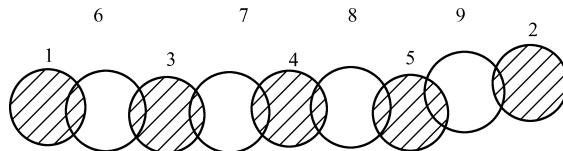
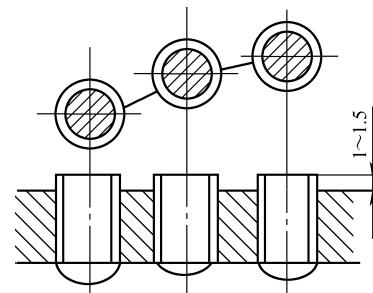

图 2-68 螺钉填补钻孔的顺序
图 2-69 用螺钉填补裂纹
(1) 先在裂纹两端各钻一个限制孔，如图 2-68 中的 1 和 2，以防裂纹继续延伸。
(2) 然后沿裂纹钻 3、4、5 孔。孔的直径视螺纹直径而定，如螺纹直径是 4、5、6 mm，则钻孔的直径应分别为 3.2、4.1、4.8 mm。并需保持孔与孔之间重叠 $1/3$ 孔径，例如 4 mm 直径的孔，孔与孔之间的中心距为 6 mm。
(3) 在上述 1、2、3、4、5 孔中攻出螺纹。
(4) 在攻好螺纹的孔中，拧入预先套好螺纹的紫铜杆，拧入部分应涂以白漆，拧好后从高出裂纹表面 $1 \sim 1.5$ mm 处切断，如图 2-69 所示。